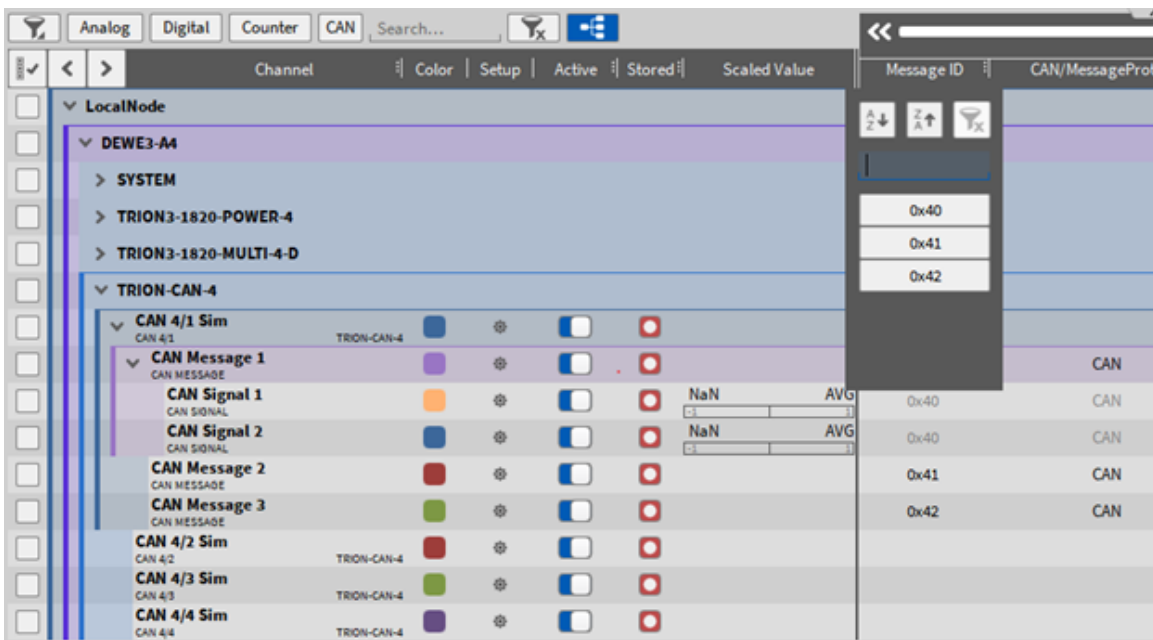

Abb. 4.54: CAN-ID
- In der Kanalliste ist es auch möglich, die vorhandenen CAN Nachrichten-IDs zu filtern, um sich so einen besseren Überblick zu schaffen bzw. sich nur die CAN Nachrichten anzeigen zu lassen, die für den aktuellen Anwendungsfall benötigt werden (siehe Abb. 4.54).